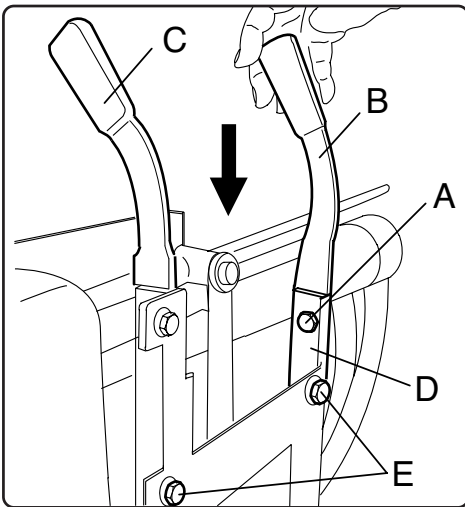
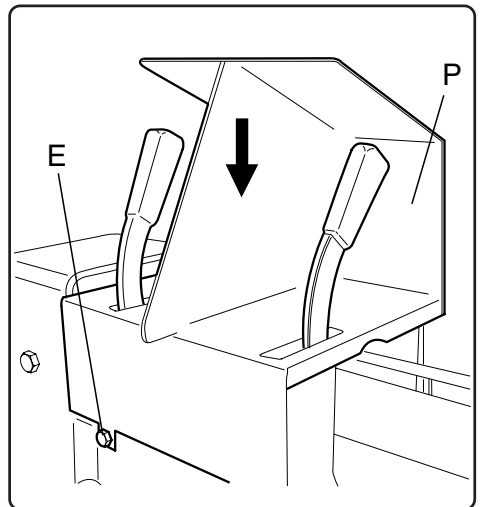

Fig. 4
Fig. 5
Betjeningshendel og den tilhørende beskyttelsen skal monteres som vist i Fig.4 og 5 ved å gå frem som følger:
- sett inn betjeningshendlene som følger med (B og C) i retningen som pilen viser, på plate D (Fig.4).
- fest disse med skruene (A), muttere og skiver som følger med.
- skru ut de selvgjengede skruene (E) som befinner seg på for- og bakside på motor.
- sett inn beskyttelsen (P), i samme retning som pilen i Fig.5 viser, fest deretter beskyttelsen til chassiset med de 4 selvgjengede skruene som tidligere ble skrudd ut.